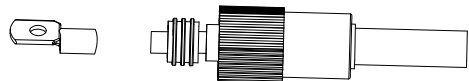

Abbildung 3.4
b) Setzen Sie den Gummiring auf, wie in Abbildung 3.4 gezeigt.